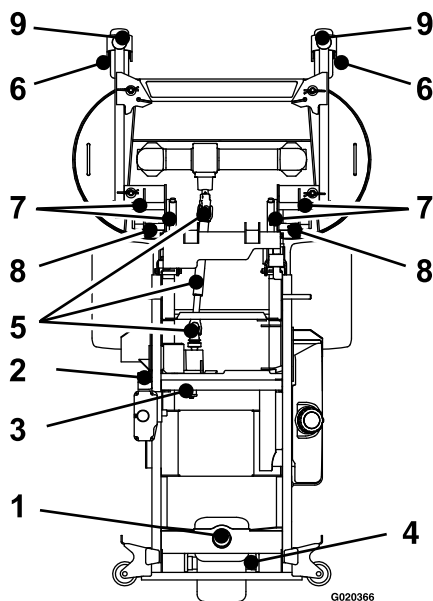

Figura 27
5. Lubrique el brazo tensor de la correa de la bomba (Figura 27).